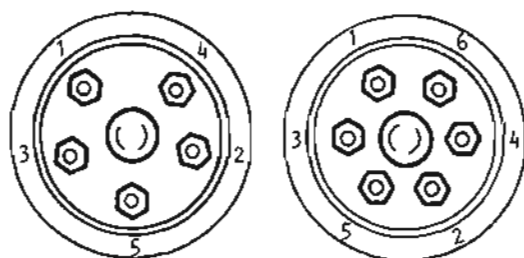

Fig. 8
- f Apriete fuertemente las tuercas, en forma alternada (fig. 8).